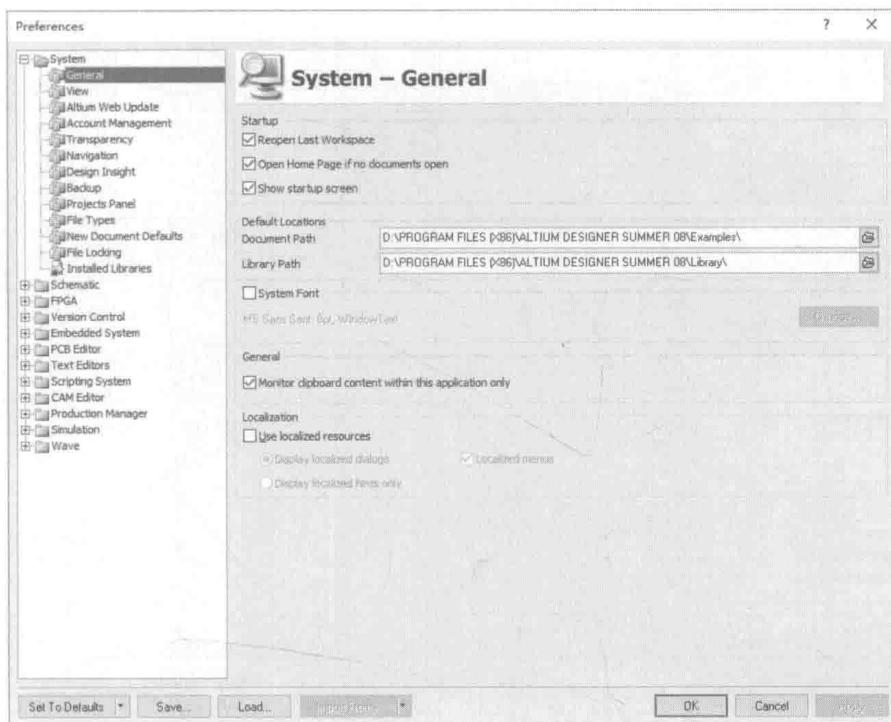
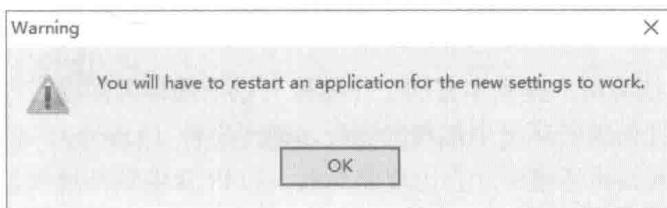

图 1-13 系统参数设置对话框
图 1-14 新设置应用警告对话框
(2) 在系统菜单中单击【Preferences...】命令, 弹出系统参数设置对话框, 如图 1-13 所示。
(3) 勾选图 1-13 左下部的“使用本地化资源”选项 Use localized resources, 随即弹出一个新设置应用警告对话框, 如图 1-14 所示。
- (4) 单击图 1-14 中的 按钮，再单击图 1-13 中的 按钮确认。
中文界面的退出和进入的步骤与前述类似，区别在于去掉图 1-13 左下部“使用本地化资源”选项 Use localized resources 的选中状态，重新启动系统，即可恢复英文界面。